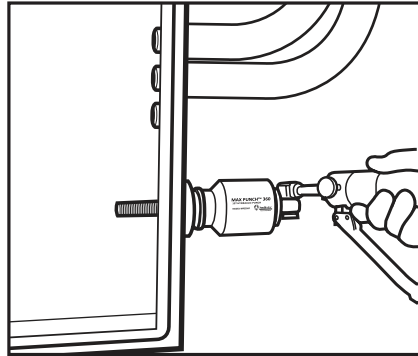

Fig. 4
5. Inserta el perno de tracción a través del orificio piloto. (Fig. 4).